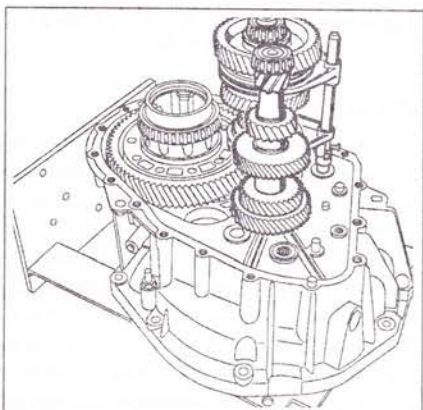

Рис. 5.46. Снимите сборку длинного вторичного вала с вилкой и первичный вал.
12. Снимите сборку длинного вторичного вала с вилкой и первичный вал (рис. 5.46).